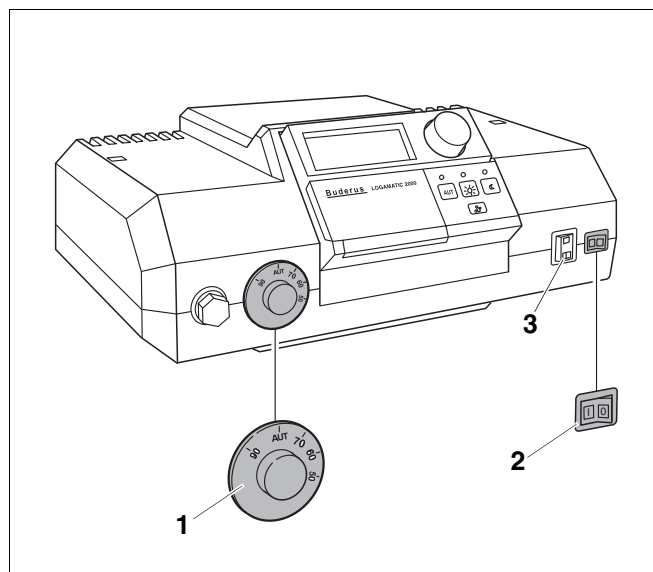
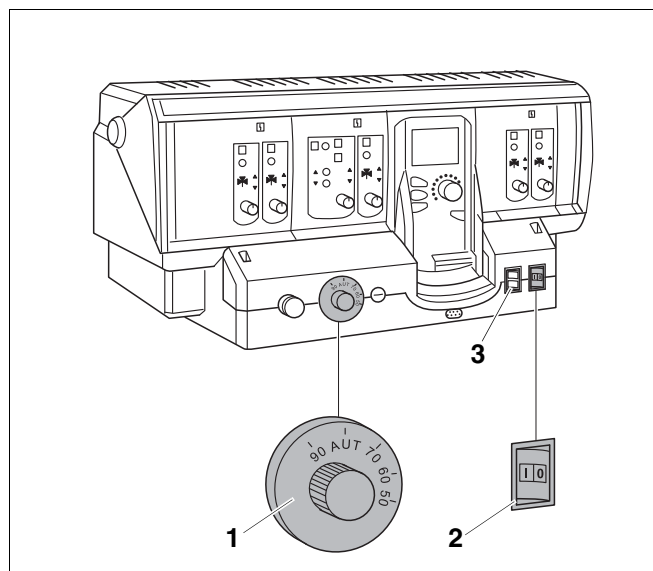

Рис. 3 Система управления (здесь: Logamatic 2107)
Рис. 4 Система управления (здесь: Logamatic 4211)
Включите отопительный котел на системе управления Рис. 3 и Рис. 4. При включении системы управления запустите горелку в автоматическом режиме. Затем горелка может стартовать от системы управления. Дальнейшую информацию по этому вопросу Вы найдете в соответствующей инструкции по эксплуатации системы управления.
- Установите пусковой выключатель (Рис. 3, **поз. 2** и Рис. 4, **поз. 2**) в положение "I" (ВКЛ.).
- Установите регулятор температуры котловой воды (Рис. 3, **поз. 1** и Рис. 4, **поз. 1**) в положение "AUT". При работе в режиме поддержания постоянной температуры установите нужную температуру (минимум 65 °C).
- Установите пусковой выключатель (Рис. 3, поз. 2 и Рис. 4, поз. 2, стр. 9) в положение "0" (ВЫКЛ.)